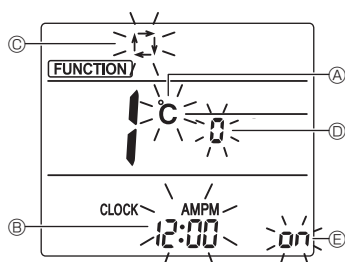

Fig. 7-10
| Point de réglage     | Réglage                                         | Fig. 7-10 |
3. Appuyez sur la touche **▲** **▼** ④ pour changer le n° de fonction. Vérifiez que la fonction n° "1" est affichée puis appuyez sur la touche **SET** ③. L'écran de réglage de l'affichage s'affiche. (Fig. 7-10)